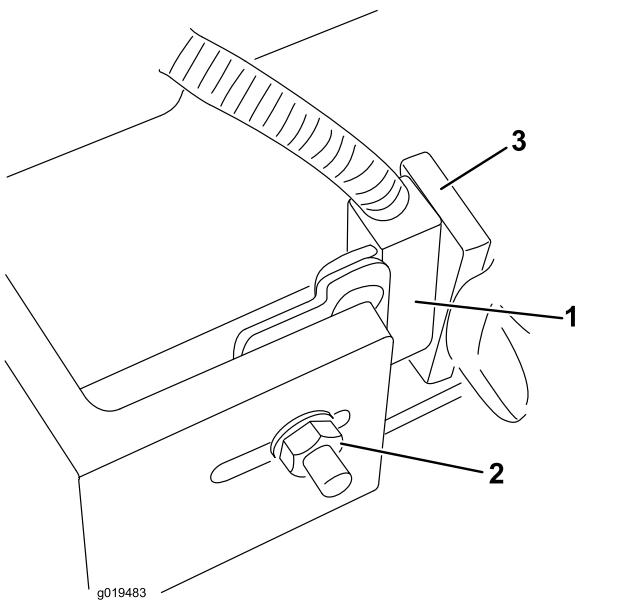

Bild 80
2. Lösen Sie die Schlossschraubenmutter, mit der die Hubarm-Schalterhalterung an den Hubarmen Nr. 4, Nr. 6 und Nr. 7 befestigt ist (Bild 80).